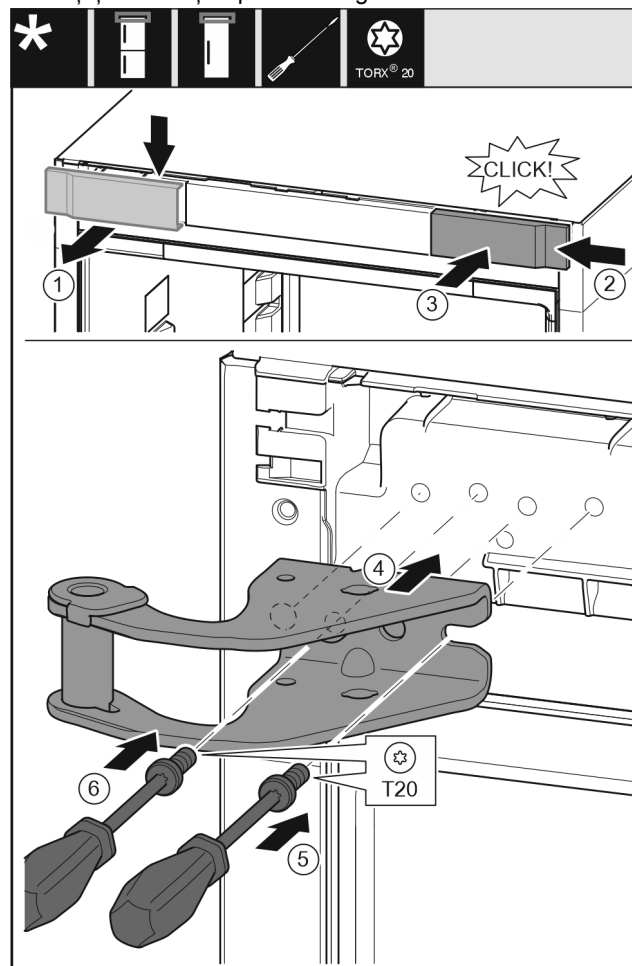

Fig. 10
- ▶ Detașați apărătoarea de sus spre înainte. Fig. 10 (1)
- ▶ Acroșați pe cealaltă parte din dreapta capacul rotit cu 180°. Fig. 10 (2)
- ▶ Fixați în poziție apărătoarea. Fig. 10 (3)
- ▶ Așezați suportul de lagăr superior. Fig. 10 (4)
- ▶ Așezați și înșurubați ferm șurubul cu șurubelnița T20. Fig. 10 (5)
- ▶ Introduceți și înșurubați ferm șurubul cu șurubelnița T20. Fig. 10 (6)